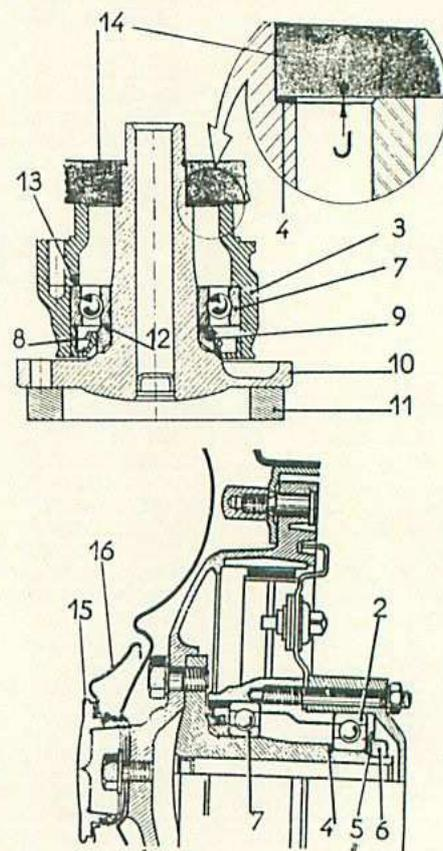

Fig. 69. — Réglage du jeu dans un moyeu AR.
- Nettoyer le support-moyeu. S'assurer que les roulements (2) et (7) sont en bon état et vérifier leur graissage.
Avant de régler le jeu, contrôler si le roulement (7) est bien en butée sur le moyeu et le support en (12) et (13) (fig. 69).
- Poser l'ensemble sur une bague (11) parfaitement dressée, placer une règle (14) sur la face d'appui du roulement (2) et mesurer le jeu J entre la règle et l'épaule du moyeu. Combler ce jeu par des rondelles de réglage (4) d'une épaisseur égale à  $J + 0,10$  mm.